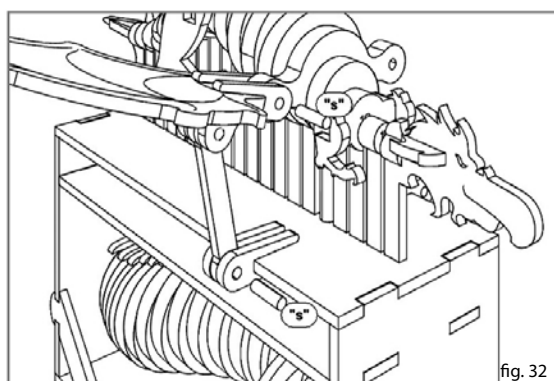

fig. 32
ATTENZIONE : porre la parte disegnata dell'ala in moda che sia visibile da sopra. Montare il "complessivo ali" così ottenuto sui supporti della base e sui supporti dell'elemento "E16" a mezzo dei perni "v".(fig. 32)
2. Mount the two wings obtained on the supports of the base and on the supports of the "E16" element, in the middle of the "v" pins (Fig. 32). Repeat on both wings